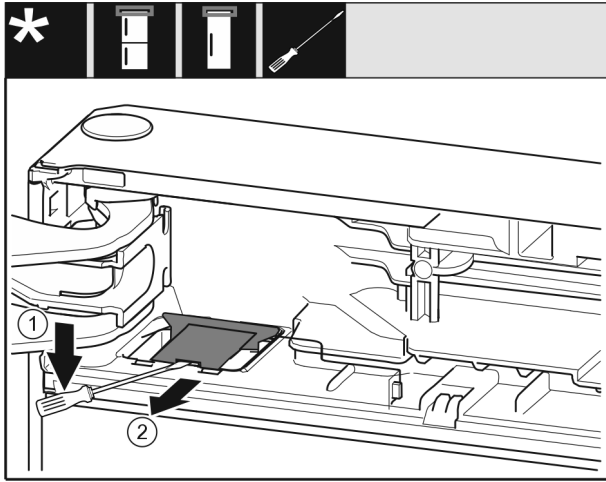

Fig. 11
- ▶ 使用带槽螺丝刀松开盖板 Fig. 11 (1)。
- ▶ 取出盖板 Fig. 11 (2)。